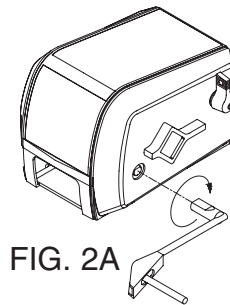

FIG. 2A
2. Introduire la manivelle de secours de façon à ce qu'elle s'engage complètement dans l'axe d'entraînement. Enrouler la sangle en tournant la manivelle dans le sens horaire (voir Fig. 2A). Pour faciliter la rotation de la manivelle, mettre la manivelle de l'embrayage en position «roue libre» tout en retenant la manivelle de secours.